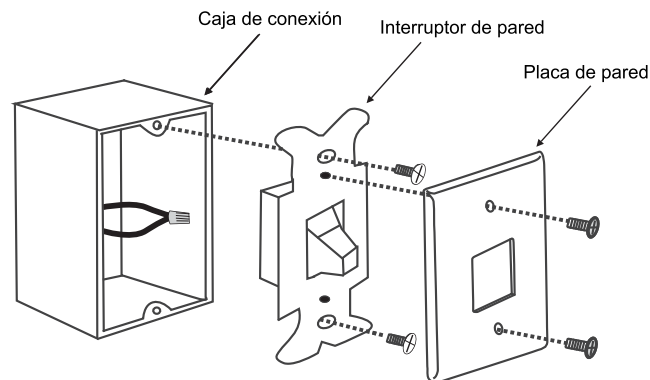

Fig. 22
Paso 1. Retire la placa de pared preexistente y el interruptor de pared de la caja de conexión preexistente. Desconecte los cables del interruptor. Conecte los cables NEGROS (calientes) y empuje los cables hacia atrás dentro de la caja de conexión en la pared (**Fig. 22**). O seleccione una ubicación deseada con una nueva caja de conexión en la pared.
Paso 3. Utilice los tornillos suministrados para instalar la placa de pared del transmisor (**Fig. 22**).